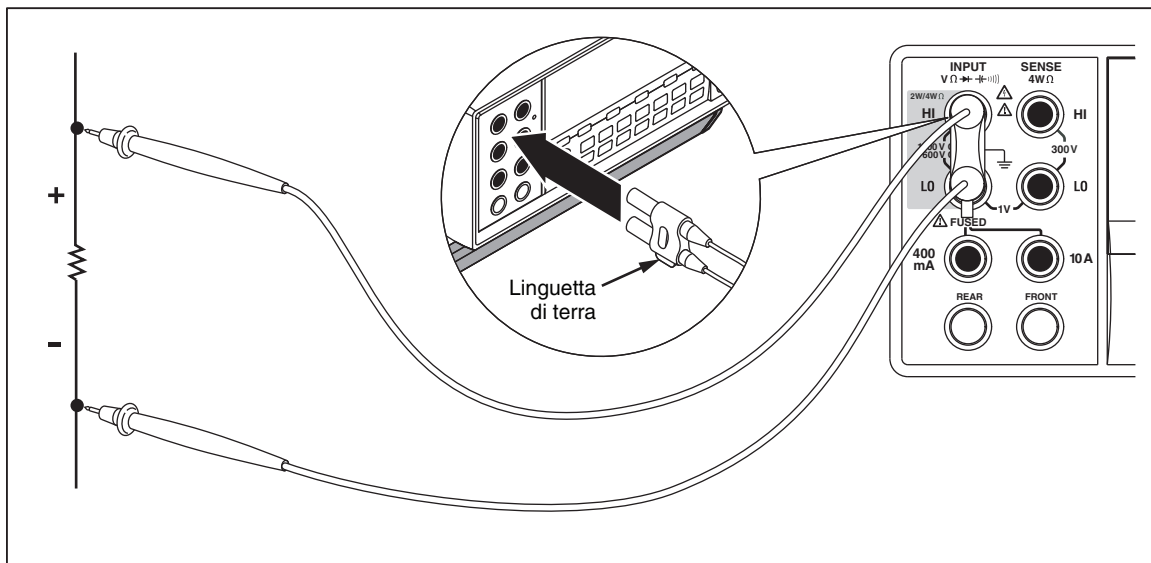

Figura 4-3. Connessioni di ingresso per Ohm a 4 fili usando cavetti a 2x4 fili
1. Collegare i cavetti di prova ai connettori di ingresso del multimetro, come indicato nella Figura 4-3.